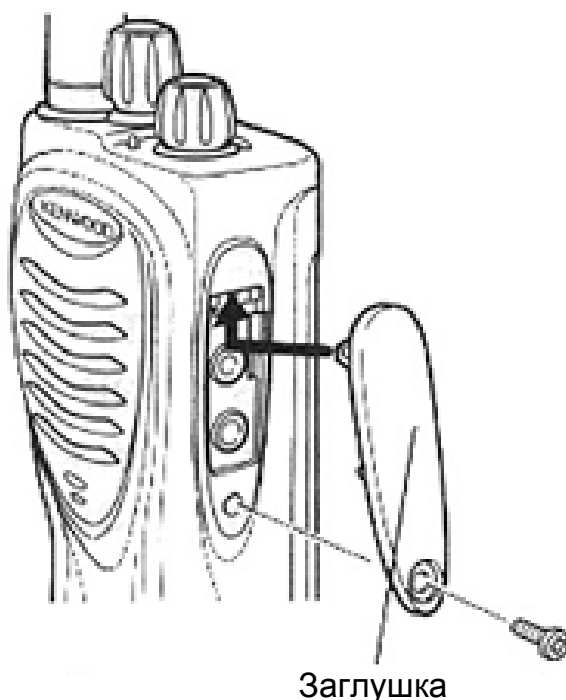

Рис. 6.4 – Установка/снятие заглушки
6.1.4 Установить заглушку (рис.6.4) на боковую поверхность радиостанции РСН и закрепить винтом 3х6мм (входит в комплект поставки).